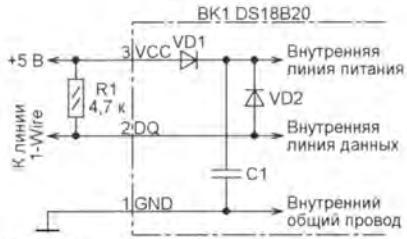

Рис. 2
14. Ответ — 1. Датчик DS18B20, фрагмент внутренней схемы которого изображён на рис. 2, содержит